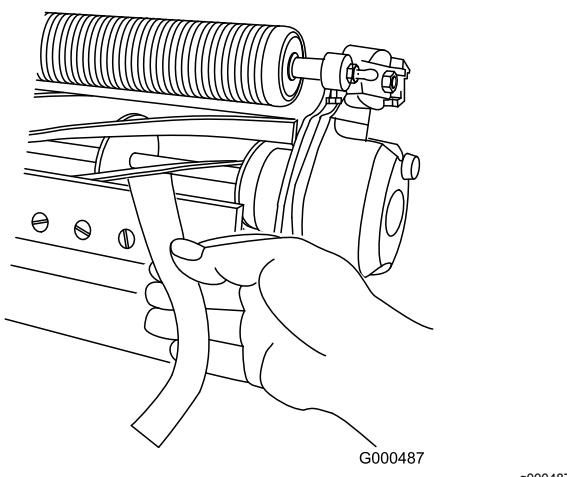

Рисунок 11
B. Чтобы проверить качество среза, вставьте длинную полоску специальной бумаги для проверки качества среза между барабаном и неподвижным ножом перпендикулярно неподвижному ножу (Рисунок 11), затем **медленно** вращайте барабан вперед; при этом бумага должна разрезаться; в ином случае повторяйте пункты **A** и **B** до тех пор, пока бумага не начнет разрезаться.
11. Вставьте длинную полоску специальной бумаги для проверки качества среза (№ 125-5610 по каталогу Того) между барабаном и неподвижным ножом перпендикулярно неподвижному ножу (Рисунок 11), затем **медленно** вращайте барабан вперед; при этом бумага должна разрезаться; в ином случае поверните каждый регулировочный винт неподвижного ножа по часовой стрелке на один щелчок и повторите действия, описанные в этом пункте, до тех пор, пока бумага не начнет разрезаться.